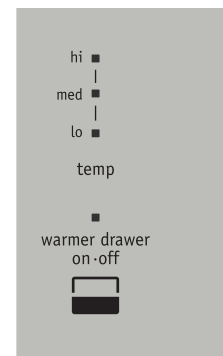

Figure 35 : Commande du tiroir chauffant
1. Appuyez sur la touche **warmer drawer** (tiroir chauffant) (Figure 35). Le voyant du tiroir chauffant s'allume.